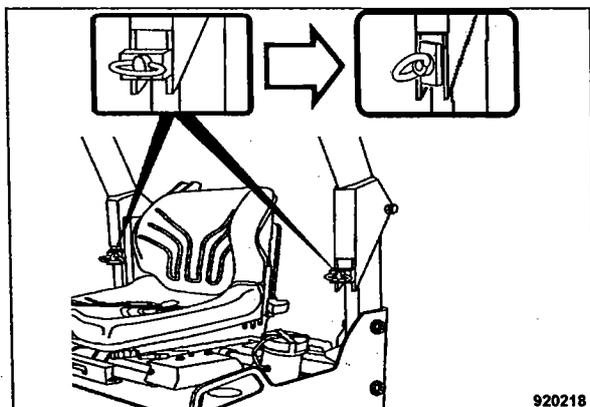

Fig. 85
- Soltar los tornillos con ojo (Fig. 85) y colocar las chapas de apriete en posición vertical.